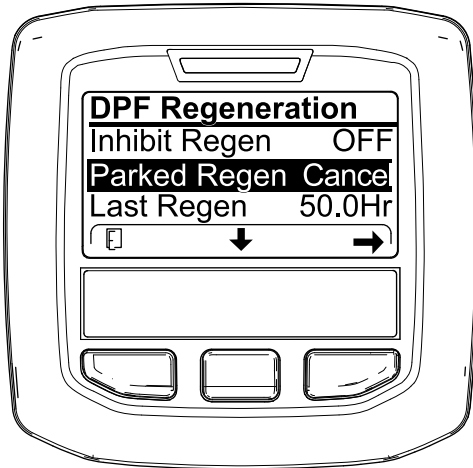
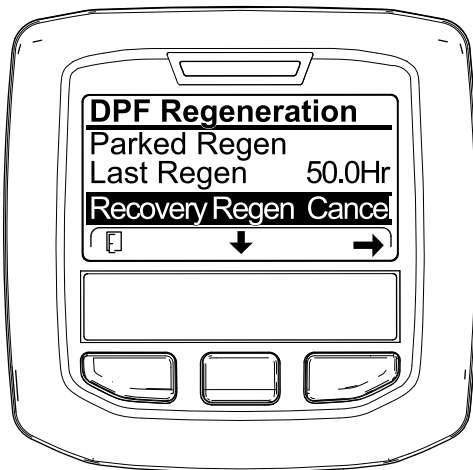

Figura 63
Figura 64
1. Acesse ao menu Regeneração do filtro de partículas de gásóleo (Figura 63).
2. Prima o botão central para ir até à opção CANCELAR REGENERAÇÃO EM ESTACIONAMENTO (Figura 63) ou CANCELAR REGENERAÇÃO DE RECUPERAÇÃO (Figura 64).
3. Pressione o botão direito para seleccionar a entrada Cancelar regeneração (Figura 63 ou Figura 64).